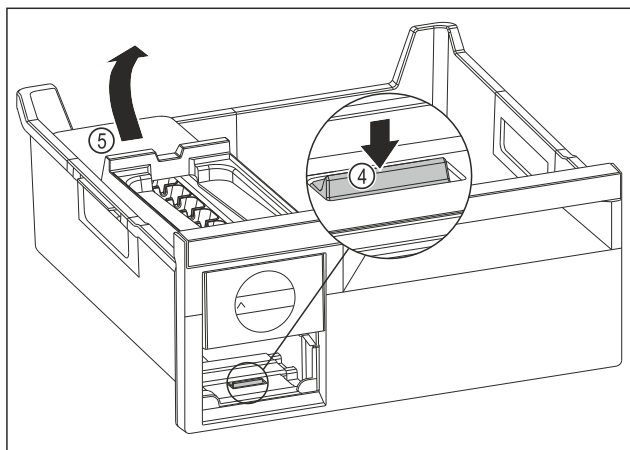

Fig. 136
- Vegye ki az EasyTwist-Ice egység testét: Nyomja le a fület Fig. 136 (4) az ujjával, és ezzel egyszerre emelje meg a másik kezével hátulról az EasyTwist-Ice egység testét Fig. 136 (5).